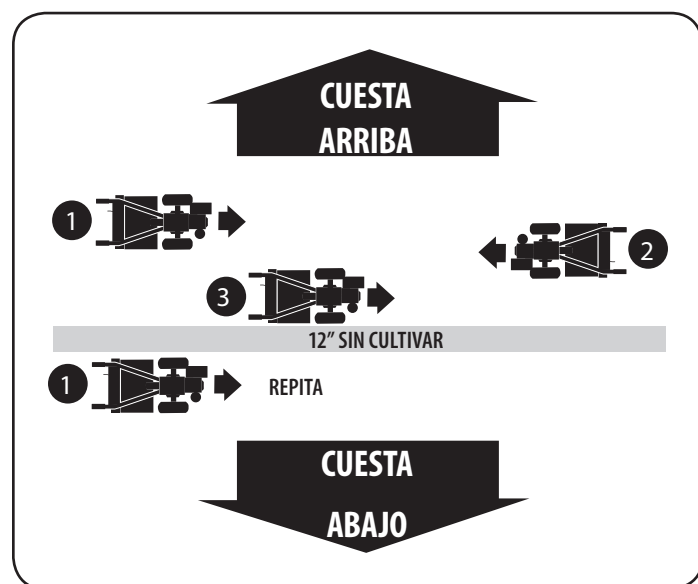

Figura 21
1. Para crear una terraza, comience en la cima de la pendiente y trabaje hacia abajo. Recorra la primera hilera hacia atrás y hacia adelante. Vea la Figura 21.